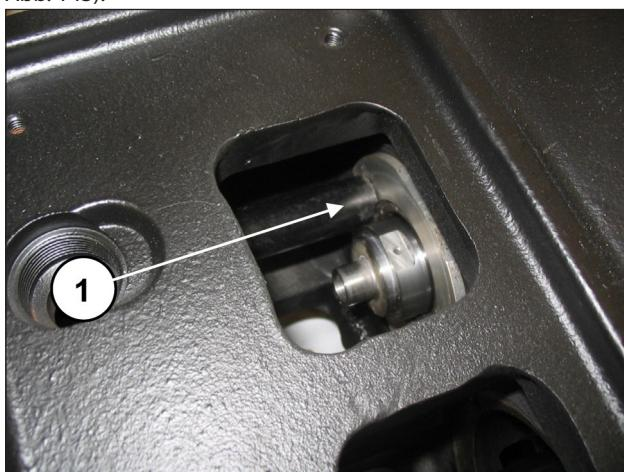
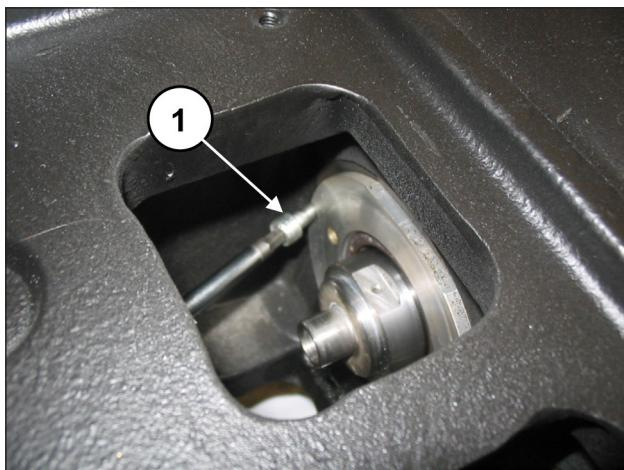

Abb. 142
Abb. 143
Überprüfen Sie den passgerechten Sitz des Deckels (Pos. ①, Abb. 142) und achten Sie darauf, nicht die Dichtlippe des Ölabbestreifring-Dekel zu beschädigen. Befestigen Sie die Ölabbestreifring-Deckel anhand von 2 Schrauben M6x14 (Pos. ①, Abb. 143).